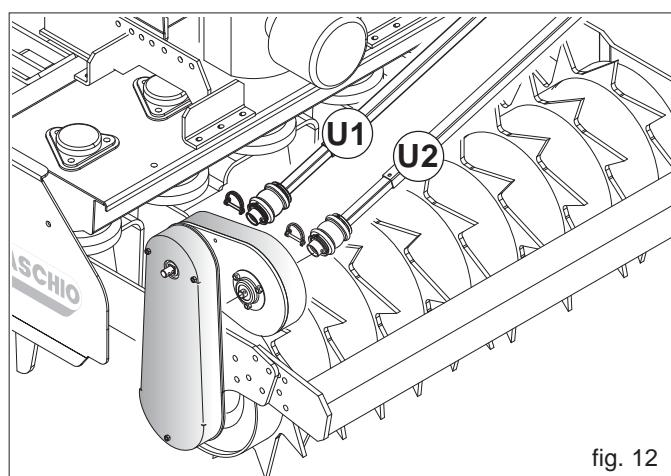

fig. 12
- 2) Lubrique con grasa las guías (C Fig. 12) del triángulo para facilitar la conexión y asegúrese de que el perno de muelle esté colocado como muestra la Figura 12 ref. **B**.
- 3) Avvicinarsi con il trattore alla seminatrice, agendo sul sollevatore, portare il triangolo di aggancio rapido sulla verticale del triangolo di accoppiamento della seminatrice (Fig. 12).
- 7) Conectar el árbol de cardán (Fig. 12) a la transmisión del rodillo trasero de la grada giratoria, bloqueándolo con el pasador de seguridad suministrado. Observe en la tabla de siempre la posición de conexión correcta (U1 - U2).
- 2) Saque el árbol de cardán de la transmisión (U1-U2, Fig. 12) y, luego, desmonte la barra esparcidora de la grada giratoria.
La posición de apertura de los rodillos dosificadores siempre debe realizarse con la tolva y las cajas de distribución vacías (Fig. 12).